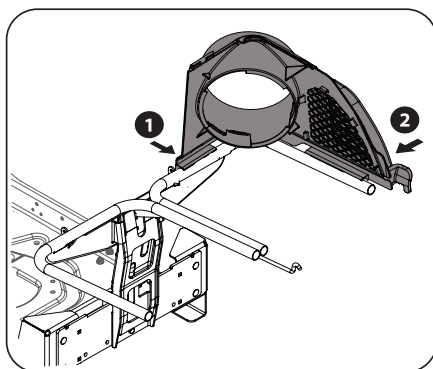
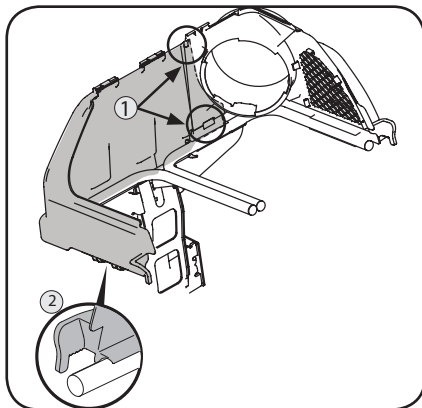

Figure 4-6
Figure 4-7
1. Faites incliner la partie avant du support de la goulotte supérieure (631-05491B) vers l'avant. Faites glisser l'attache derrière l'encoche, puis faites enclencher la partie avant du support sur le support des sacs collecteurs. Voir Figure 4-6.
2. Faites enclencher le côté du support de la goulotte supérieure sur le support des sacs collecteurs. Voir Figure 4-6.
3. Faites glisser le couvercle gauche du bac récupérateur (731-12350B) dans le support de la goulotte supérieure et installez-le sur le support des sacs collecteurs. Faites enclencher les deux pattes sur la partie avant du support de la goulotte supérieure. Voir Figure 4-6 (1). Faites enclencher les éléments de fixation sur la barre gauche du support des sacs collecteurs. Voir Figure 4-7.